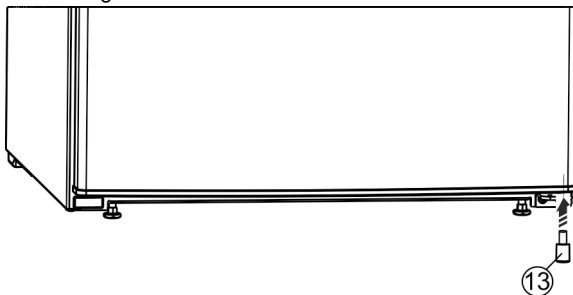

Fig. 27\*
- De afstandhouder Fig. 27 (13) weer rechtsonder in de deur terugplaatsen, omdat dit belangrijk is voor de stabiliteit van het apparaat.\*